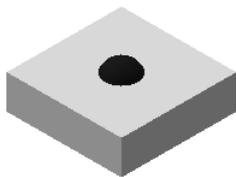
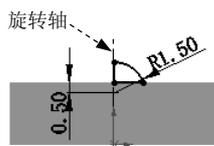
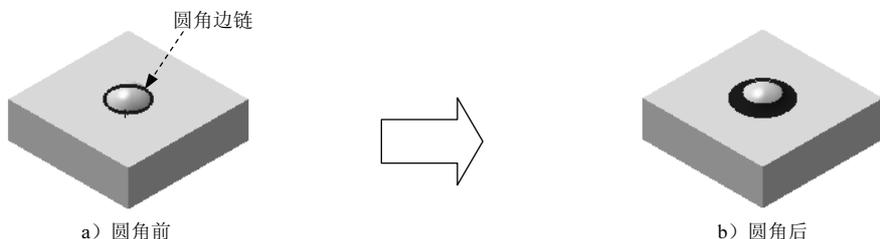

图 4.4.4 创建旋转特征 1
图 4.4.5 横断面草图
图 4.4.6 创建圆角特征 1
Step3. 创建图4.4.4所示的零件特征——旋转特征1。
(1) 选择命令。选择下拉菜单 **插入(I)** → **凸台/基体(B)** → **旋转(R)...** 命令。
(2) 定义特征的横断面草图。选取前视基准面作为草图基准面。在草绘环境中绘制图4.4.5所示的横断面草图。
(3) 定义旋转轴。选取图 4.4.5 所示的中心线作为旋转轴。
(4) 定义旋转属性。在“旋转”对话框 **方向 1** 区域的下拉列表中选择 **给定深度** 选项，采用系统默认的旋转方向。在 **方向 1** 区域的 文本框中输入数值 360。
(5) 单击该对话框中的 按钮，完成旋转特征 1 的创作。
Step4. 创建图 4.4.6 所示的圆角特征 1。
(1) 选择命令。选择下拉菜单 **插入(I)** → **特征(F)** → **圆角(R)...** 命令，或单击 按钮，系统弹出“圆角”对话框。
(2) 定义圆角类型。采用系统默认的圆角类型。